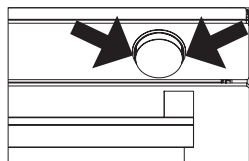
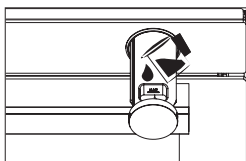
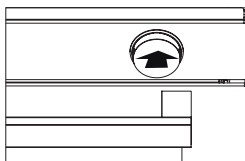
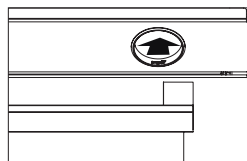

Figura 17
Figura 18
Figura 19
Figura 20
1. Remover o recipiente da água puxando o mesmo nos pontos indicados pela seta. Encher o recipiente da água (consultar a figura 17) e deslizar o mesmo na direção da seta para a posição de início para o colocar na posição (ver figura 18), (ver figura 19). Depois de 10 minutos de pré-aquecimento, deslizar o recipiente da máquina na direção da seta até ouvir um “clique” (ver figura 20).